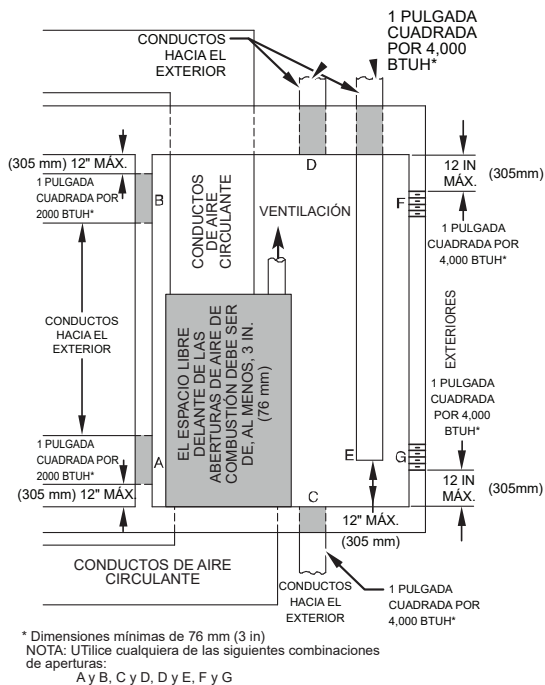

Fig. 6 – Aire para combustión, ventilación y dilución del exterior
- La Fig. 6 ilustra la forma de crear DOS ABERTURAS AL EXTERIOR, una de admisión y otra de escape del aire de combustión y ventilación hacia el exterior.
- Siga las indicaciones de la Fig. 6 y la Tabla 3 para el tamaño de las aberturas y los conductos.
- DOS CONDUCTOS HORIZONTALES requieren 1 in² (645 mm²) de área libre por cada 2000 BTU/h (1100 mm²/kW) de entrada combinada para todos los electrodomésticos de gas situados en dicho espacio, según Fig. 6 y la Tabla 3.
- DOS CONDUCTOS O ABERTURAS VERTICALES requieren 1 in² (645 mm²) de área libre por cada 4000 BTU/h (550 mm²/kW) de entrada combinada para todos los electrodomésticos de gas situados en dicho espacio, según la Fig. 6 y la Tabla 3.
- 1 in² (645 mm²) de área libre por cada 3000 BTU/h (734 mm²/kW) de entrada combinada para todos los electrodomésticos de gas situados en dicho espacio, según la Fig. 6 y la Tabla 3.